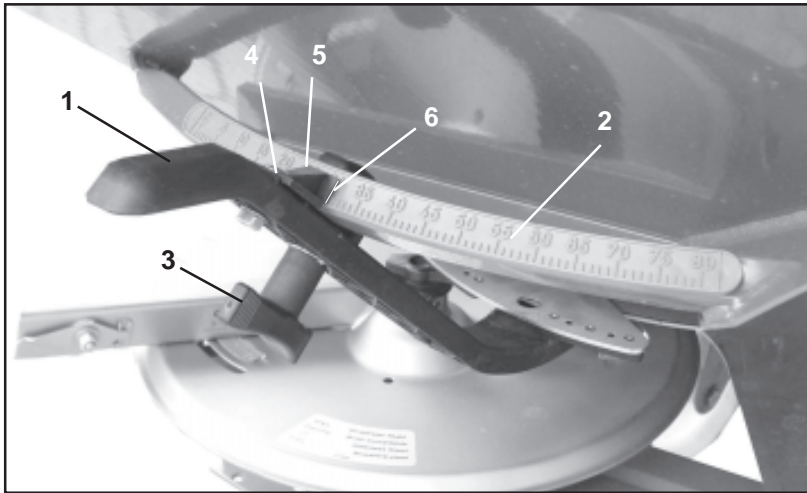

Fig. 9.4
- Mengenschieber mittels Stellhebel (Fig. 9.4/1) öffnen.
- Stellhebel auf der Skala (Fig. 9.4/2) bis zum Anschlag an den Bolzen verschwenken.
- Stellhebel mit Drehgriff (Fig. 9.4/3) feststellen.
- Sechskant-Schraube (Fig. 9.4/4) lösen. Den Zeiger (Fig. 9.4/5) auf den Skalenwert "8" ausrichten und mit Sechskant-Schraube feststellen. Ablesekante des Zeigers ist Fig. 9.4/6.